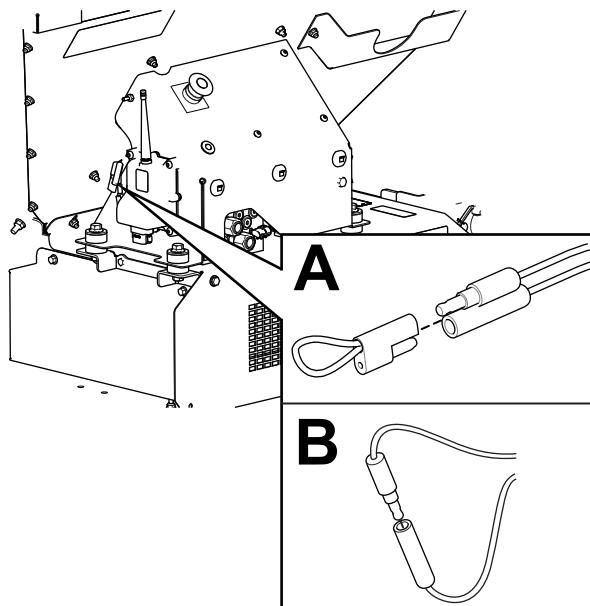

Figure 59
3. Branchez ensemble les prises shunt de diagnostic (Figure 59, B).
2. Débranchez les prises shunt de diagnostic (Figure 59, B).
3. Poussez le bouchon captif sur les 2 prises shunt de diagnostic (Figure 59, A).